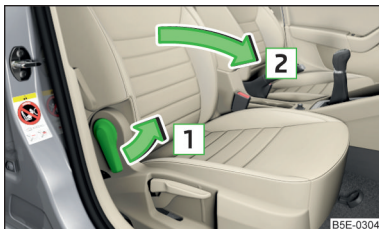

Abb. 87
- › Zum **Vorklappen** den Hebel in Pfeilrichtung **1** ziehen und die Sitzlehne in Pfeilrichtung **2** vorklappen » **Abb. 87**. Die Verriegelung muss hörbar einrasten.